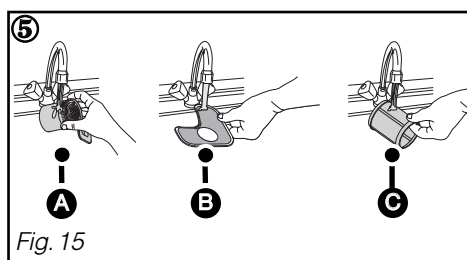

Fig. 15
② Dévissez d'un quart de tour le filtre à déchets puis le retirer Ⓐ.
③ Retirez le filtre principal Ⓑ.
④ Retirez le tamis micro filtre Ⓒ.
⑤ Nettoyez soigneusement les filtres Ⓐ, Ⓑ et Ⓒ sous l'eau courante (Fig. 15).